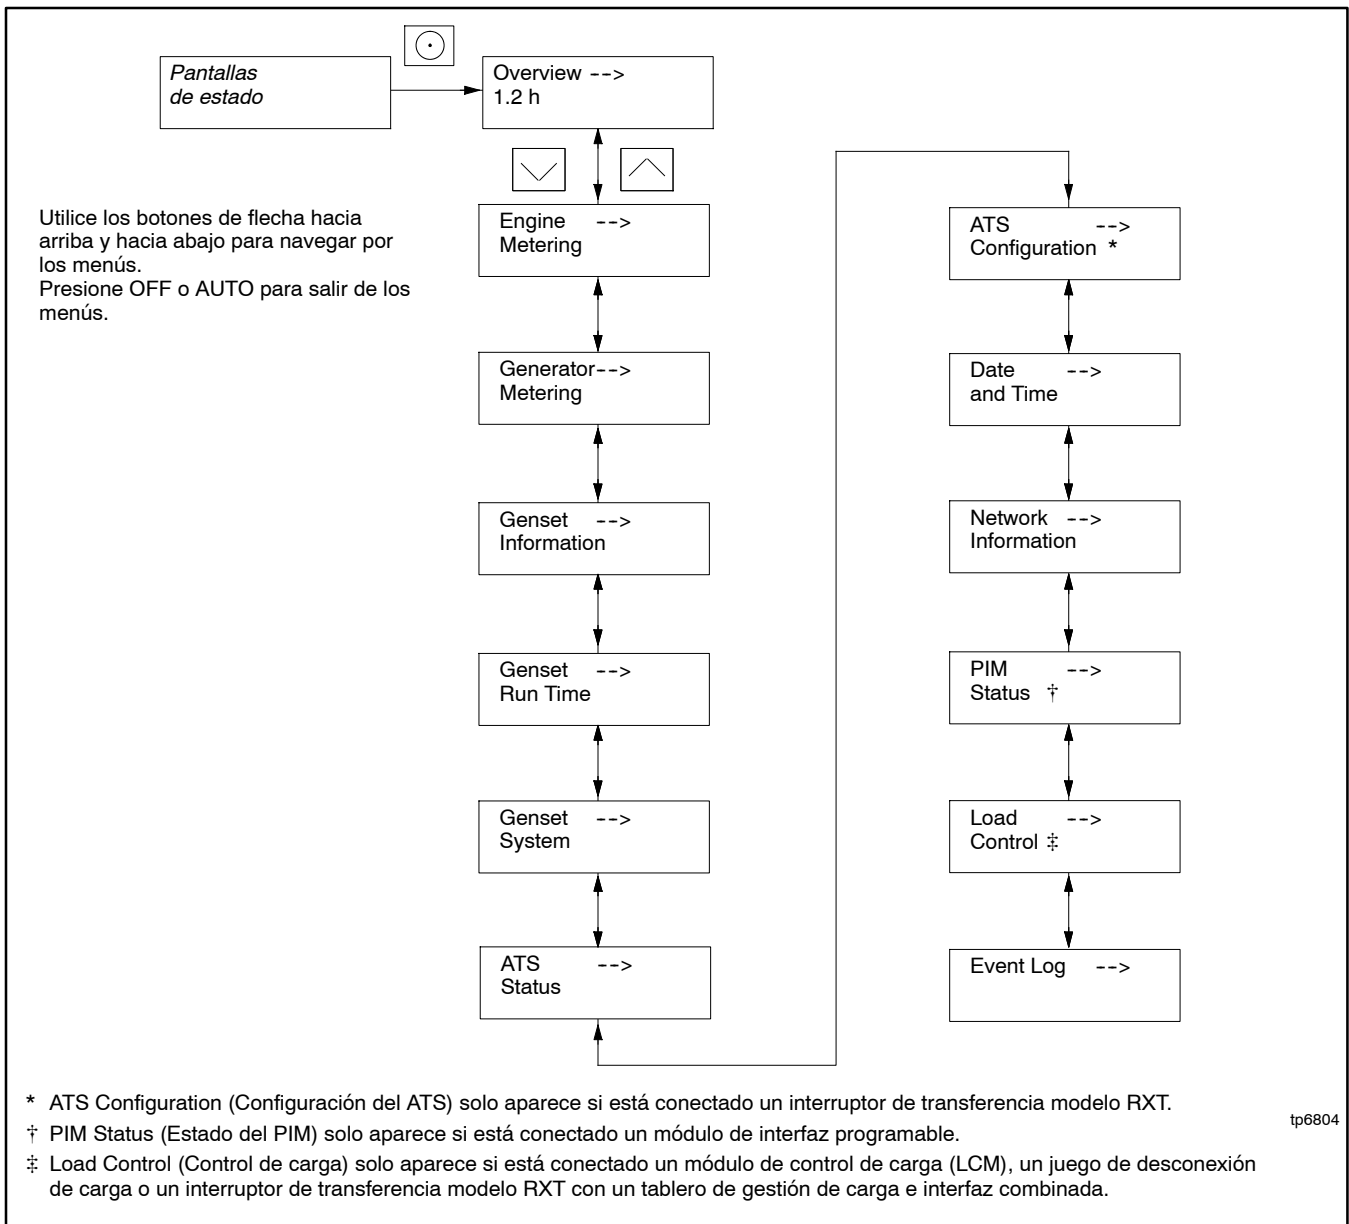

Figura 3-9 Menú principal del RDC2
2. Presione el botón de flecha hacia abajo hasta que el menú deseado se muestre. Este ejemplo usa el menú Genset System (Sistema del grupo electrógeno). Consulte la Figura 3-9.
2. Presione el botón de flecha hacia abajo hasta que el menú deseado se muestre. Consulte la Figura 3-9. Este ejemplo usa la fecha y hora.
2. Presione el botón Seleccionar para ingresar al menú principal. Consulte la Figura 3-9.
Presione el botón Seleccionar para ingresar al menú principal. Se mostrará la información general. Consulte la Figura 3-9. Presione el botón de flecha hacia abajo para avanzar al próximo menú, Engine Metering (Medición del motor). Utilice los botones de flecha hacia ARRIBA y hacia ABAJO para avanzar por los menús mostrados en Figura 3-9.